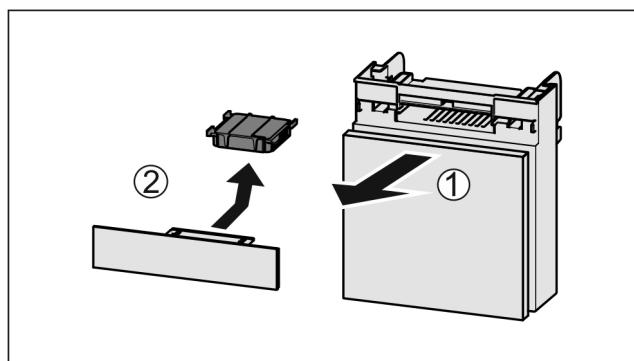

Fig. 137
- Predal izvlecite Fig. 137 (1) naprej.
- Odstranite Fig. 137 (2) aktivni ogleni filter.